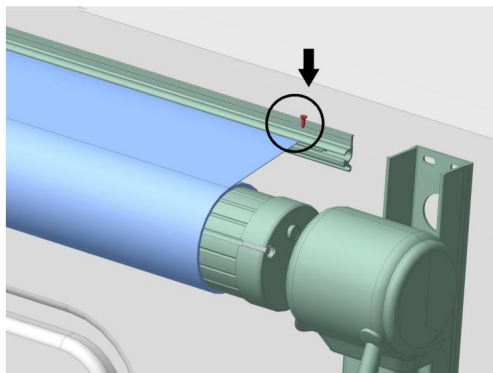

Figura D25
6.3 Inserte el tornillo de fijación B (Figura D25) en ambos lados del inserto de tela para evitar que la tela del parásol se mueva. Preste atención a apretar moderadamente la tela del parásol al insertar el tornillo de fijación para garantizar que quede plana.